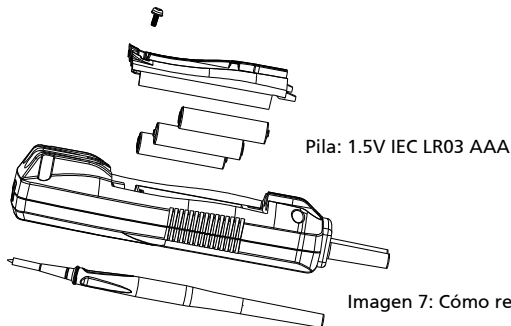

Imagen 7: Cómo reemplazar las pilas
El VPC-12 usa tres pilas de 1.5 V. Para la reemplazar las pilas, siga estos pasos y consulte la Imagen 7:
4. Reemplace la pila como se muestra en la Imagen 7. Observe la polaridad de la pila que se muestra en el compartimiento de la pila.